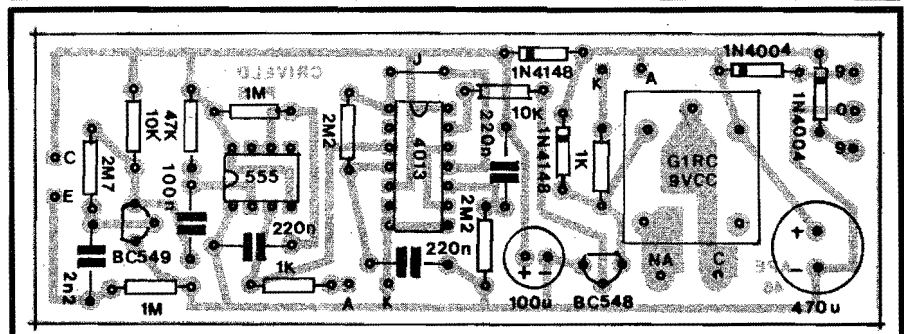

Fig.6
- FIG. 6 - "CHAPEADO" DA MONTAGEM (PLACA "B") - Agora a placa "B" (receptor/módulo de Potência do CRIVELD), também pelo seu lado dos componentes (não cobreado), todas as peças identificadas pelos seus códigos, valores, polaridades e claras estilizações. Os componentes polarizados merecem maior atenção, já que suas posições/terminais não podem ser invertidos (o circuito não funcionaria, e o próprio componente seria danificado...): dos dois Integrados, os transistores, os diodos e os capacitores eletrolíticos incluem-se nessa categoria... A mesma atenção quanto aos valores/lugares de resistores e capacitores comuns (não polarizados)...